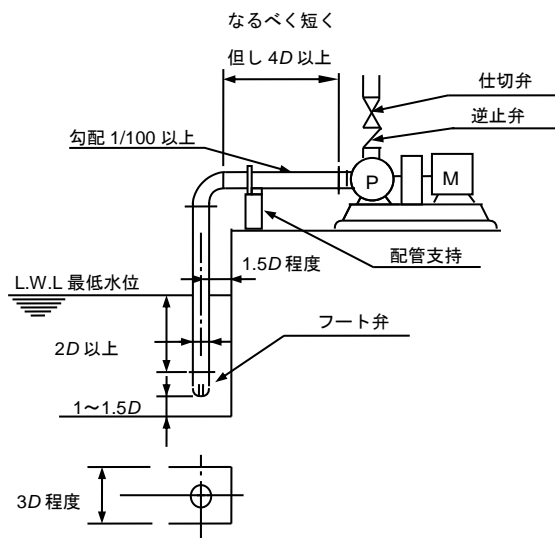
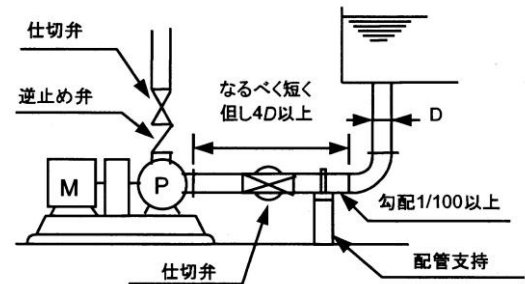

図 2-1
図 2-2
- (1) このポンプは屋内設置用です。屋外で使用される場合は風雨などを避ける屋根などを設けることをお奨めします。(屋外仕様モータを除きます。)
- (2) ポンプの保守点検に便利な場所をお選びください。
- (3) 関係者以外の方がポンプに近づけぬよう囲いを設けるなどの対策を施してください。
- (4) ポンプはできるだけ水源に近く、吸込高さ(吸込液面からポンプ中心までの高さ)が低く、かつ、吸込配管の長さが短くなる所に据付けてください。図 2-1 または、図 2-2 を参照してください。